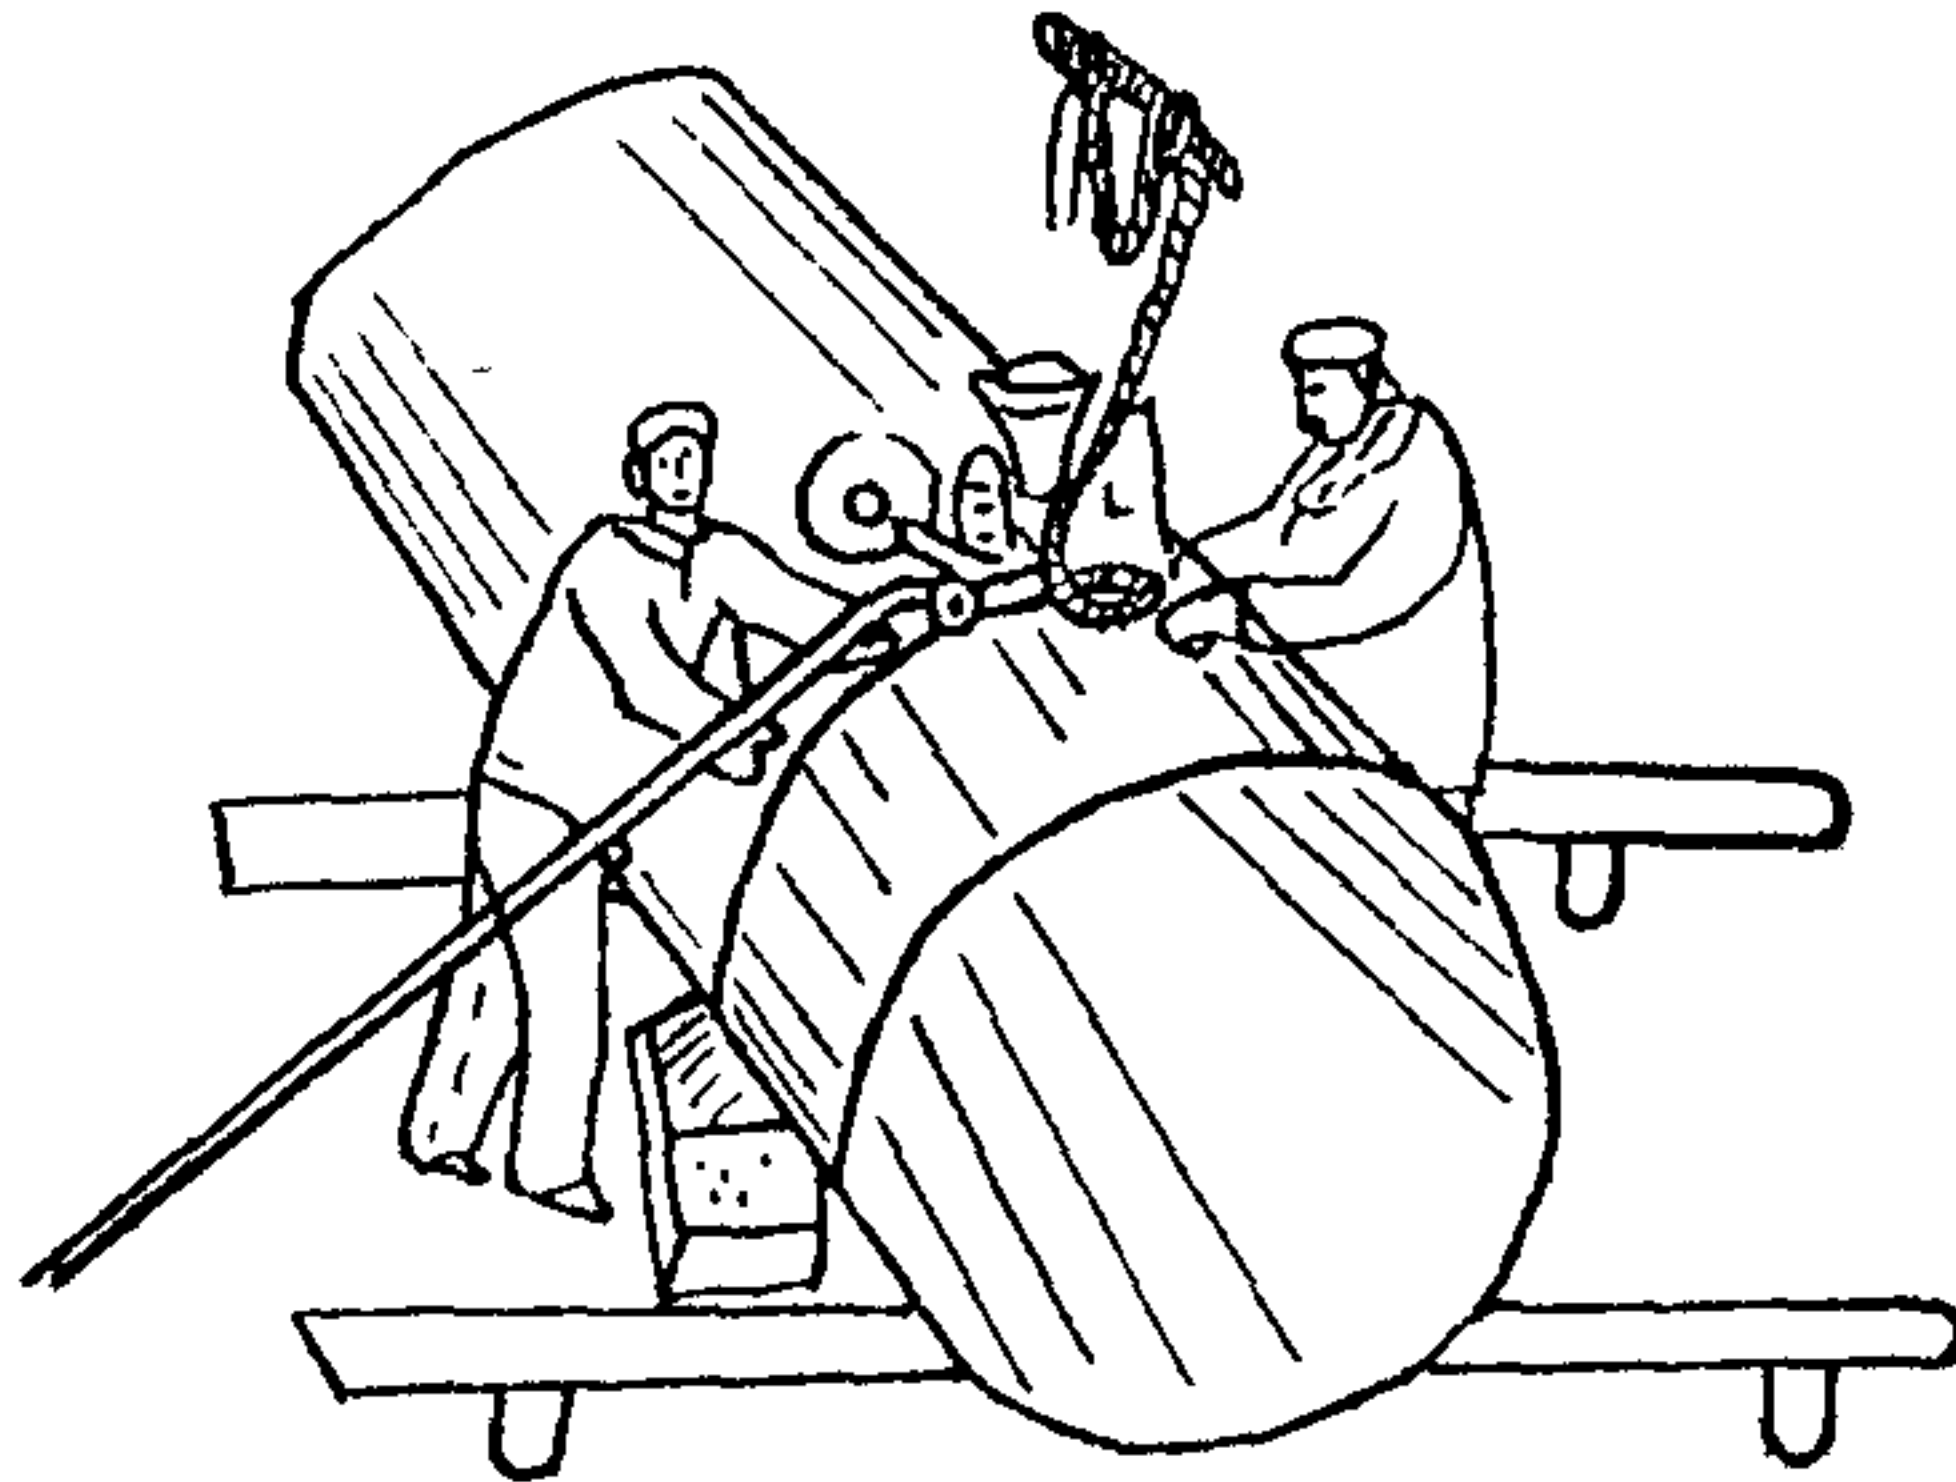

Рис. 2. Установка сварочной головки ПТ-56
3. Сварочная головка ПТ-56. Головка состоит из тележки с обрешиненными колесами, на которой смонтированы электродвигатель с редуктором подачи электродной проволоки, кронштейн с кассетой для электродной проволоки, правильный и подающий механизм, бункер для флюса и пульт управления. Удерживается головка на трубе с помощью штанги и упора (рис. 2).